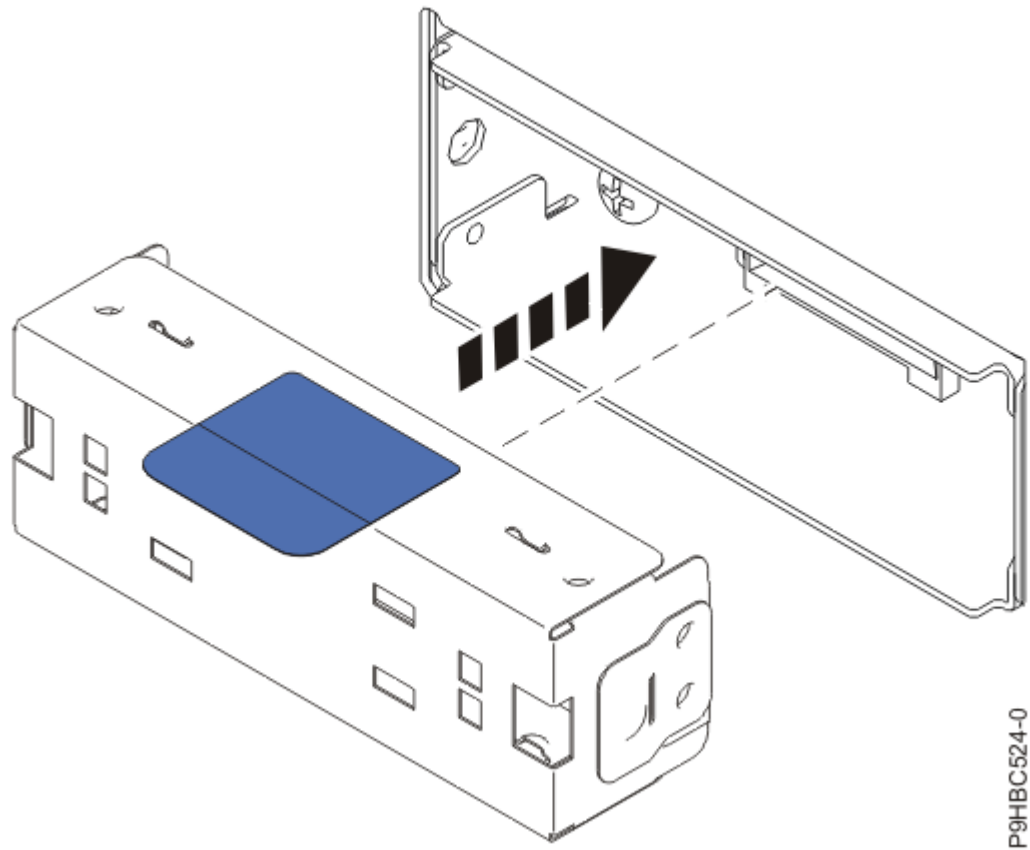

図 42. ディスプレイ・フィラーの挿入
3. コントロール・パネル・ディスプレイを別のシステムに移動する場合は、ディスプレイをフィラーに置き換えます (44 ページの図 42 を参照)。